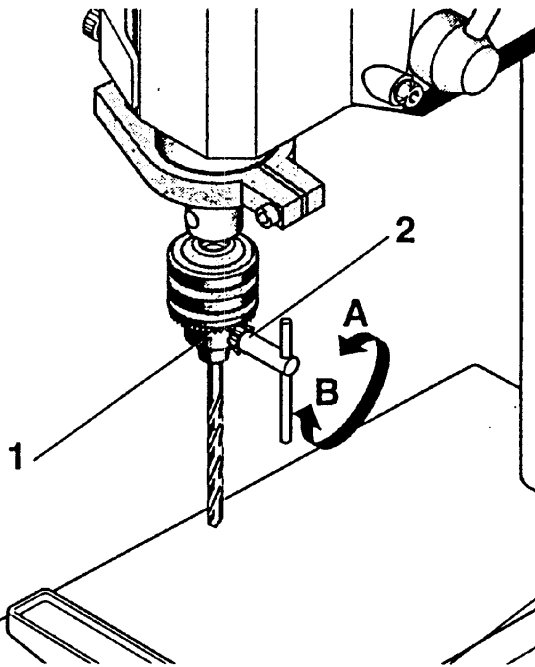

Fig. 4
1. Bohrfutterschlüssel 2 (Fig. 4) in Bohrfutter (1) einstecken.
1. Insert the drill chuck key 2 (Fig. 4) into the drill chuck (1).
1. Introduire la clé 2 (Fig. 4) dans le mandrin (1).
1. Infilare la chiave del mandrino 2 (fig. 4) nel mandrino (1).